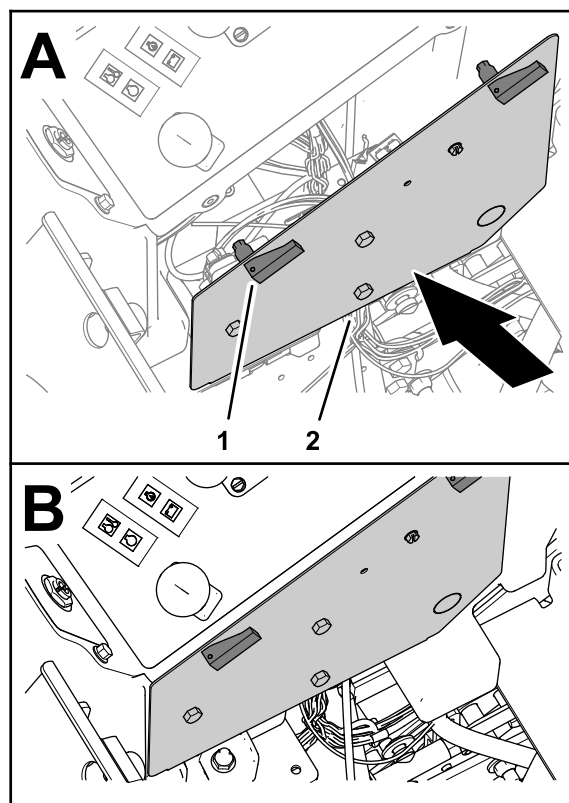

Figura 14
1. Alinhe os trincos da cobertura com os orifícios no painel de controlo (Figura 14).
2. Prenda a cobertura (Figura 14).